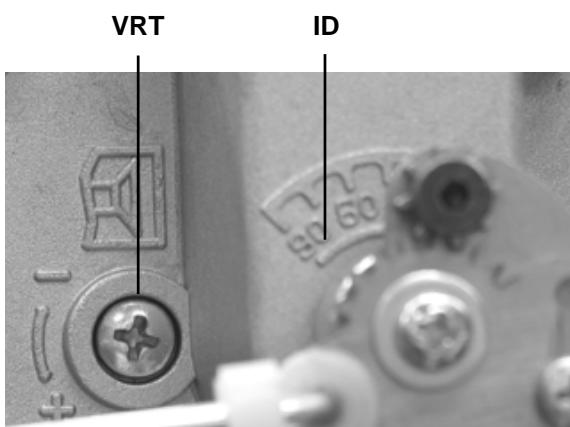
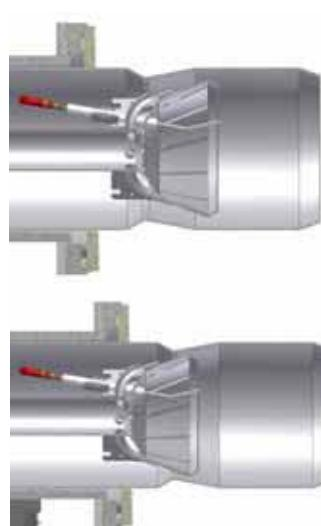

Рис. 11
Рис. 12: Голова сгорания, выдвинутая полностью вперед
- 8 На заводе-изготовителе голова сгорания горелки настраивается на положение максимальной мощности "MAX". Настройка на максимальную мощность соответствует положению головы "выдвинута полностью вперед" - для стандартного типа горелок (Рис. 12) и положению "полностью назад" - для горелок с низкими выбросами NOx (Рис. 13). Установка головы в положении "полностью вперед" - подразумевает под собой ее выдвижение внутрь камеры сгорания котла, в то время положение "полностью назад" означает - в сторону оператора. Что касается работы на сниженной мощности, необходимо последовательно сдвинуть голову сгорания по направлению положения "МИН", вращая винт **VRT** (Рис. 11) по часовой стрелке. Индикатор **ID** указывает на перемещение головы сгорания.